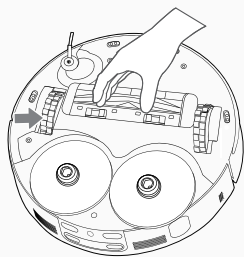

Abbildung 11
2. Um die Abdeckung der Bürstwalze zu entfernen, drücken Sie die Clips an der Bodenplatte. [Abbildung 11]